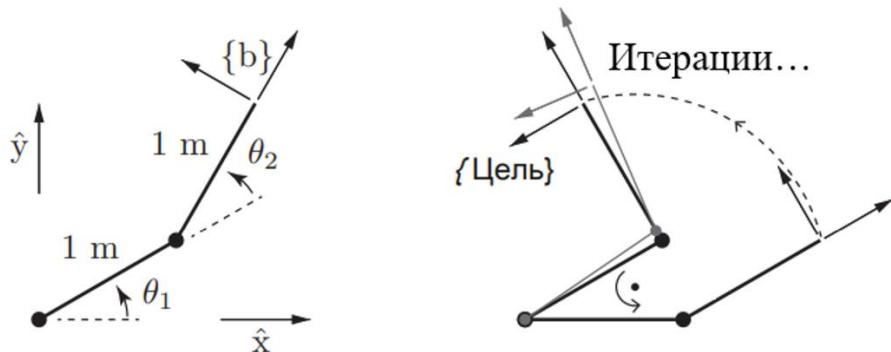

Рисунок 7. Робот 2R.
1.1 Используя численный метод Ньютона-Рафсона (метод касательных), определить величины углов  $\theta_1$  и  $\theta_2$  (рис. 7) для положения остряя робота (зоны расположения конечного эффектора) в координатах  $(x, y) = 0,366; 1,366$  м. Длины обоих сегментов, соответственно рисунку 7, равны 1 м.